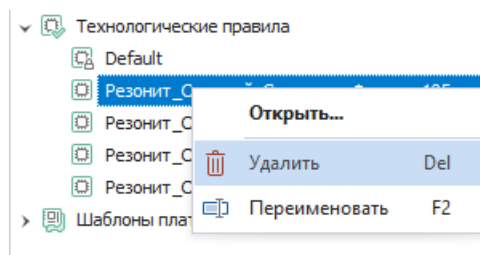

Рис. 127 Удаление шаблона технологических правил
2. Вызовите контекстное меню и выберите пункт «Удалить», Рис. 127. Для данного действия также задана горячая клавиша Delete.